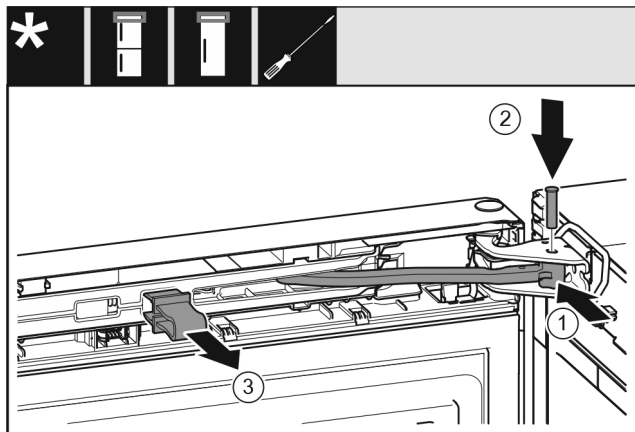

Fig. 70
- ▶ Otočte kloub Fig. 70 (1) ve stojanu ložiska.
- ▶ Vložte čep Fig. 70 (2) do stojanu ložiska a kloubu. Přitom dávejte pozor, aby byla zajišťovací vačka správně usazena v drážce.
- ▶ Pojistku Fig. 70 (3) vytáhněte.